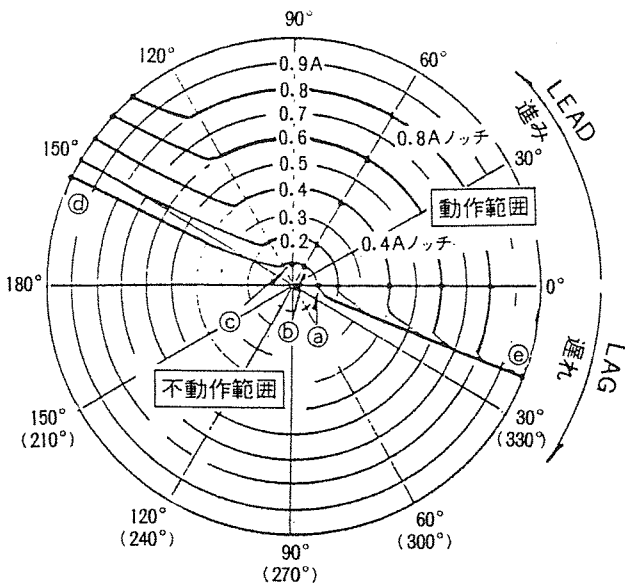

図 3
- (7) 位相調整ツマミで、位相計の指示を進み (LEAD) 60°に合わせます。(P 7 参照)
- (8) 電流切換スイッチを 0.3 [A] レンジにし、電流調整ツマミを静かに回し、電流を増加させて、継電器が動作する電流がその位相による最小動作電流です。その時の電流値をプロットします。(図 3 の b 点)(継電器が動作した時継電器の接点が閉じて、2250 形のブザーが鳴ります)
- (9) 電流調整ツマミを「0」にします。継電器のターゲットを押して、継電器を復帰します。
- (10) 同様に進み (LEAD) 90°, 0°における最小動作電流値をプロットします。(図 3 の a, c 点)
- (11) 位相調整ツマミで位相計の指示を不動作域 (進み LEAD 170°) に合わせます。(P 7 参照)
- (12) 電流切換スイッチを 1.2 [A] レンジにし、電流調整ツマミで 1.0 [A] に設定します。
- (13) 位相調整ツマミを回し、動作する位相角が動作角です。この時の動作角をプロットします。(図 3 の d 点) 電流調整ツマミを「0」にします。継電器のターゲットを押して、継電器を復帰します。
- (14) 同様に、位相特性図 (図 3) の e 点も求め、プロットします。
- (15) 同様に、各整定ノッチ (タップ) ごとに行ってグラフを描きます。